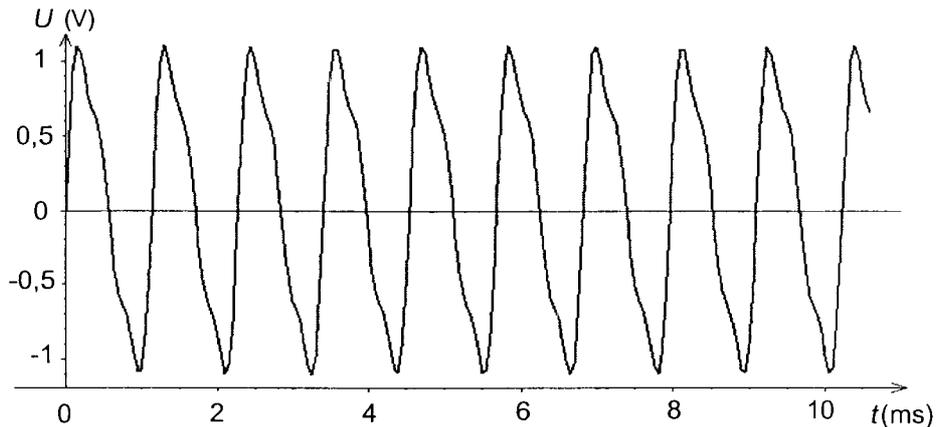

Figure 8
Le musicien joue la note  $la_4$ . À l'aide d'un système d'acquisition, on enregistre le son émis par la flûte. On obtient l'enregistrement du signal électrique correspondant (**figure 8**).
2.1. En utilisant la **figure 8**, on a déterminé la fréquence du son émis :  $f = 8,8 \times 10^2$  Hz.